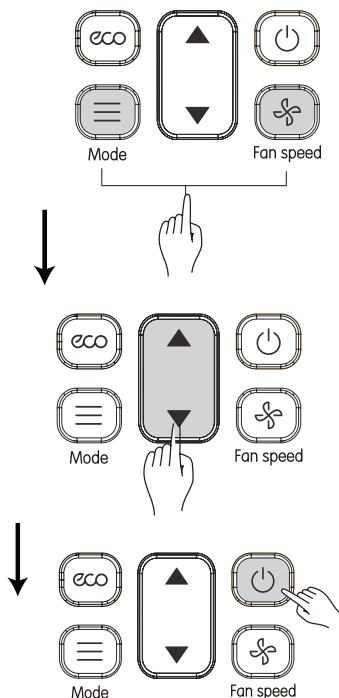

Рисунок 4.2
- Выполнив регулировку, нажмите  или выждите 5 секунд, чтобы сохранить настройки параметров. Порядок выполнения операций при нажатии данной кнопки показан на Рис. 4.2.